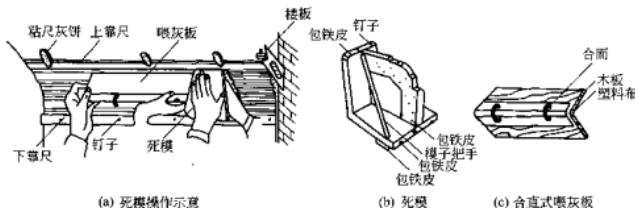

图4-10-4 灰线死模
(1) 死模(图4-10-4)。适用于顶棚四周灰线和较大的灰线，它是卡在上下两根固定的靠尺上推出线条来。